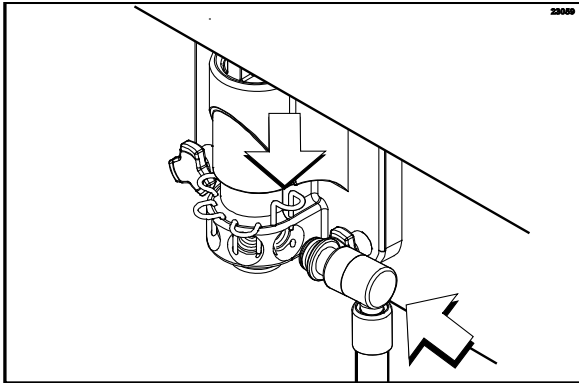

Figure 37
28. Lubrifier le joint torique. Soulever le dispositif de retenue de vanne à sirop. Installer la vanne de sirop. Pousser le dispositif de retenue de vanne à sirop vers le bas, de façon à maintenir la vanne. **Répéter cette procédure pour chaque vanne à sirop** (Cf. Figure 37).